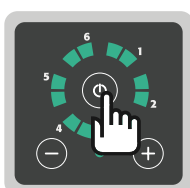

Fig. 13: Bedieningstoets Aan/uit
5. Druk de bedieningstoets "Aan/uit" op het bedieningsveld in (Fig. 13).